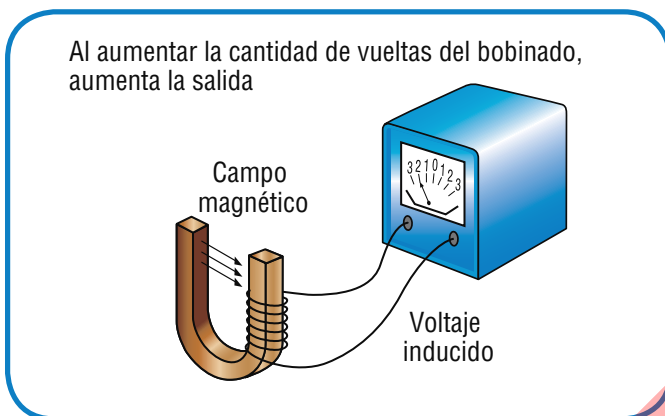

Figura 5 – Si se aumenta la cantidad de alambres (o vueltas) que pasan a través del campo magnético, aumenta el voltaje
- Aumentar la cantidad de vueltas de alambre en el estator (Figura 5). Este método no es muy común, pero un buen ejemplo de ello es el Bobcat™ 250. El Bobcat™ 250 posee dos rangos para soldadura Mig. Si se mueve el interruptor de rango de una posición a la otra, se puede seleccionar una cantidad diferente de vueltas de alambre en el estator.